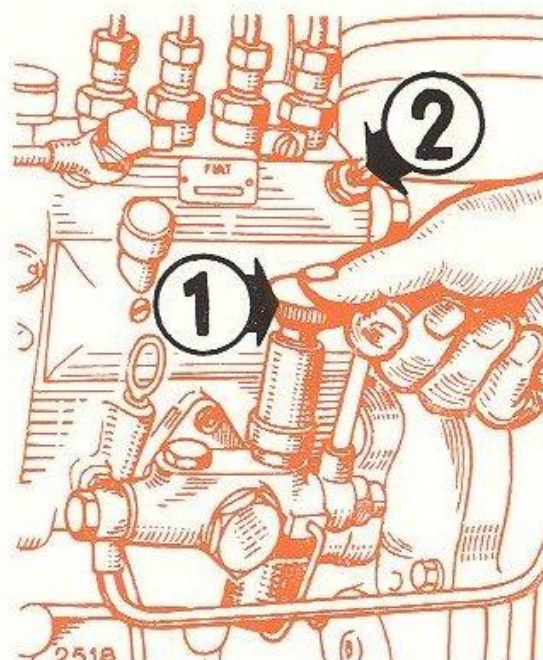

FIG. 9. — Pompes d'injection et d'alimentation.
- Dévisser le chapeau de la pompe d'amorçage à main (1 fig. 9) et l'actionner jusqu'à ce que le combustible s'écoule sans bulles d'air par le petit orifice pratiqué dans chacune des vis de purge des filtres à combustible. Rebloquer ensuite ces vis ;
- Dévisser de 2 tours la vis de purge située sur la pompe d'injection (2 fig. 9) et actionner à nouveau le piston de la pompe à main. Dès que le combustible sortira sans bulles d'air, rebloquer la vis et après quelques coups supplémentaires de pompe, revisser à fond le chapeau de cette dernière afin d'éviter des entrées d'air sur la périphérie du piston qui n'offre qu'une sécurité relative au point de vue étanchéité.